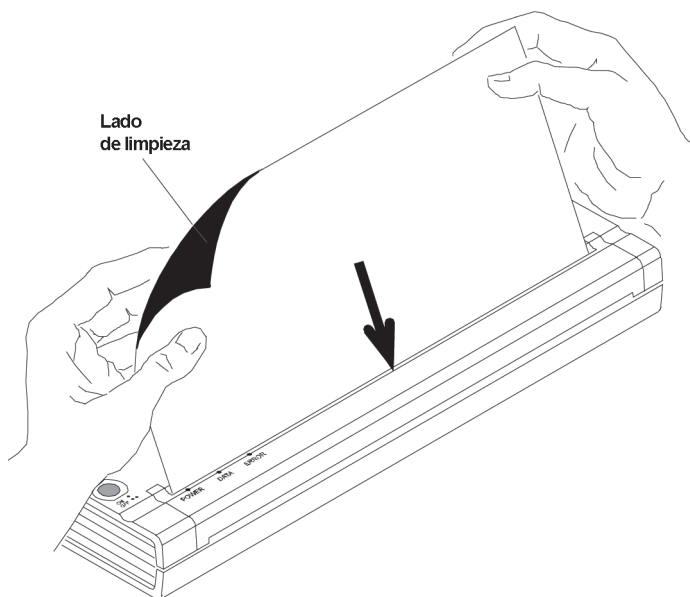

Figura 17. Cómo insertar el paño de limpieza
3. Inserte el paño de limpieza negro suministrado con la impresora en la ranura de carga de papel de la impresora con el lado negro áspero, que contiene el material de limpieza, hacia la parte posterior de la impresora. Consulte la figura 17. La impresora tirará del paño de limpieza.